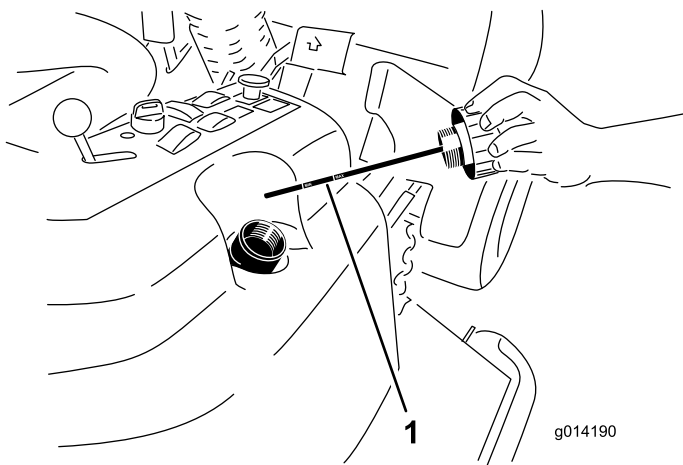

図 42
2. 油圧オイル補給口のキャップ図 42 を取る。
3. ディップスティックを抜きウェスで一度きれいに拭く(図 42)。
4. もう一度首まで完全にねじ込んでから抜き、オイルの量を点検する図 42。